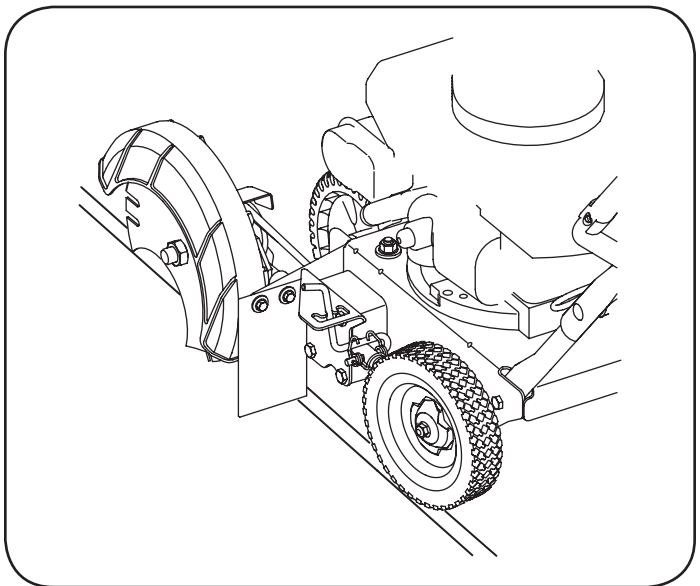

Figura 9
1. Mueva la unidad al área que va a recortar, asegurándose de que la rueda posterior izquierda esté sobre una superficie dura y que la cuchilla está sobre el área a cortar. Vea la Figura 9.